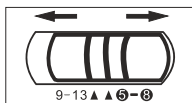

Рис. 2
1. Переключите регулятор в нужный вам диапазон затемнения (см рис. 2).